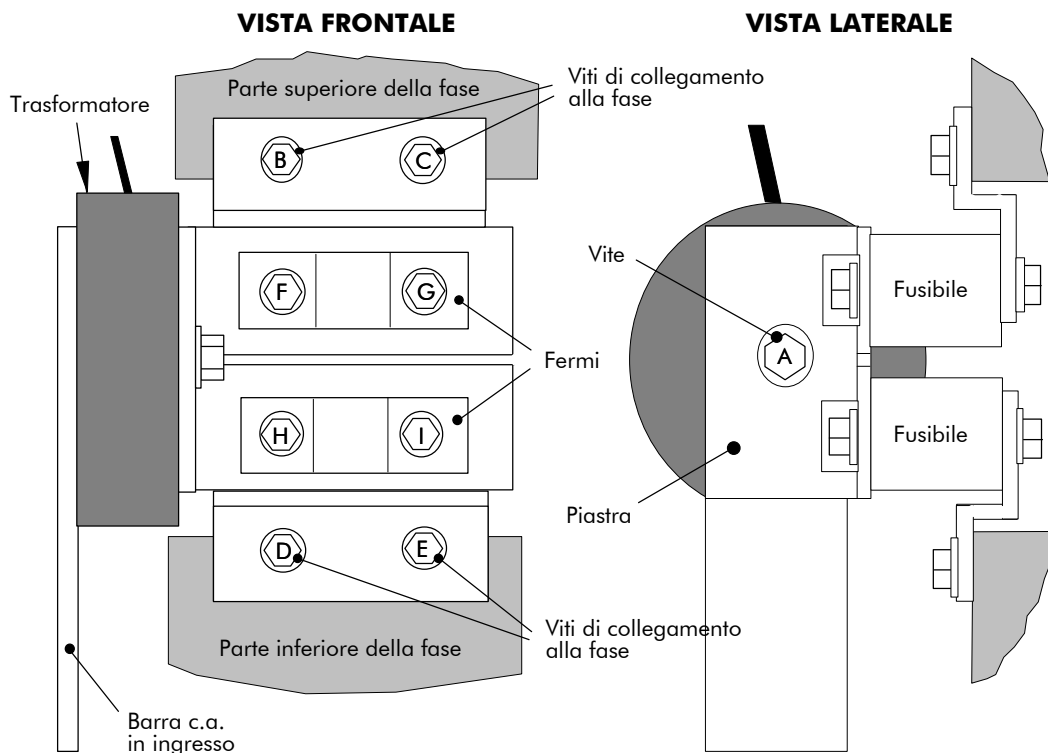

Figura 8-1 Schema sostituzione fusibili 590Plus (1200-2700A)
1. Secondo quanto illustrato in figura 8-1 (590Plus) ed 8-2 (591Plus), rimuovere la vite (A) M12. Rimuovere anche le 4 viti (B, C, D, E) che permettono di sfilare la piastra ed il kit fusibile.